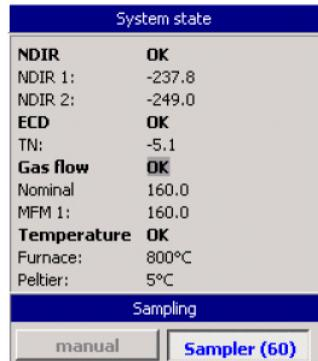

图32 System State (系统状态) 窗口
**System State** (系统状态) 窗口 (图32) 在主窗口的左上方，显示各个组件的当前状态。